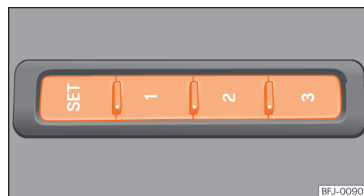

Abb. 111 Außen am Fahrersitz: Speichertasten.
- Taste **SET** länger als 1 Sekunde drücken »» **Abb. 111**.